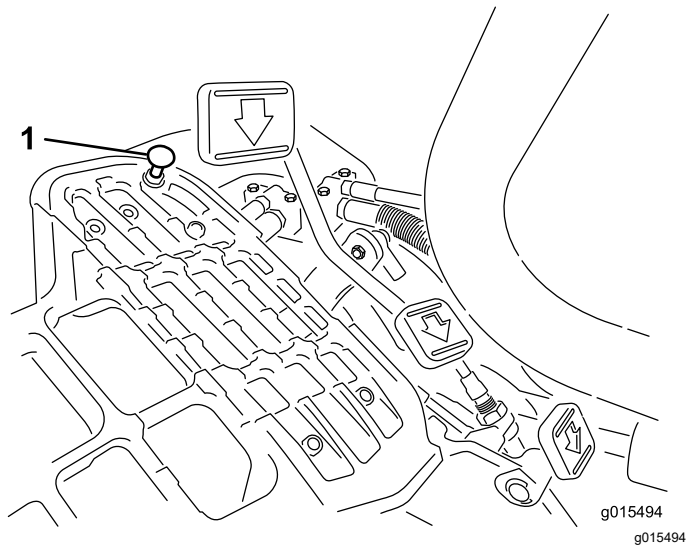

図 36
モードレバーを移動走行位置にセットし、ペダルを一杯に踏み込めば最高速度となります。ケーブルに張力が掛かる前にペダルがストップ 図 36 に当たる場合には調整が必要です。
1. モードレバーを移動走行位置にセットし、ペダルストップを固定しているロックナットをゆるめる図 36。